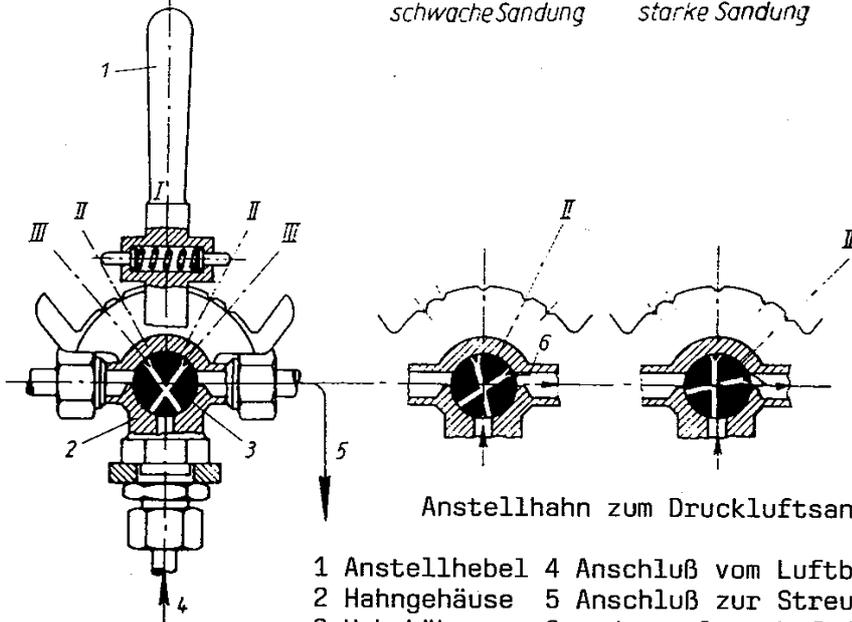

Bild 62.
Auf dem Führerstand befindet sich meist rechts an der Stehkeselrückwand der Anstellhahn (Bild 62). Er hat eine Mittelstellung (I), in der die Luftleitung angeschlossen ist. Zum Sandgeben dienen nach beiden Richtungen (Vorwärts- und Rückwärtsfahrt) die beiden Stellungen II und III. In der Stellung II gelangt die Druckluft gedrosselt zur Streudüse, so daß nur eine schwache Besandung stattfindet. In Stellung III sorgt der volle Luftstrom für starke Besandung.